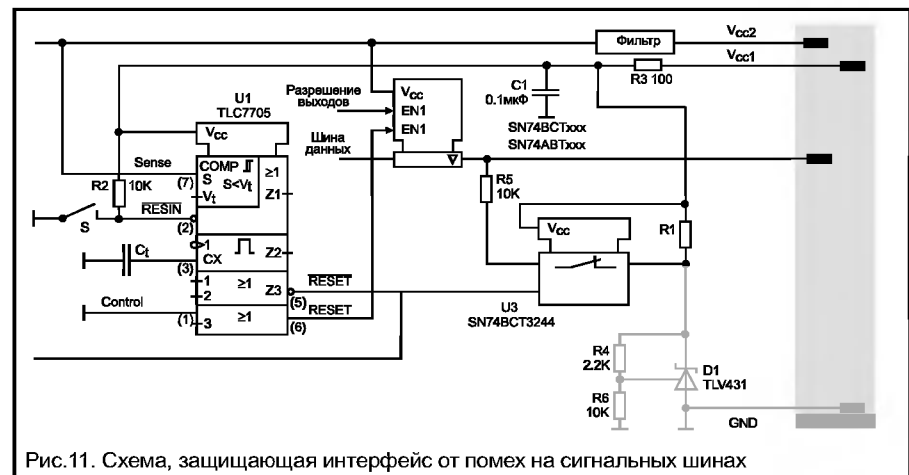

Рис.11. Схема, защищающая интерфейс от помех на сигнальных шинах
- Как видно из рис. 11, для того чтобы сконструировать сложный интерфейс с шинами большой разрядности, необходимо потратить довольно много сил и ресурсов. Здесь показана схема толь-
На практике это означает, что разъем подключаемого модуля должен быть устроен следующим образом: первыми должны соприкасаться шины земли и зарядки конденсаторов, вторыми – шины питания и сигнальные шины. На рис. 11 показана схема, которая предлагается для применения в целях защиты системы от помех на шине.
Существуют шинные формирователи, которые уже содержат в себе все необходимые для защиты от шинных конфликтов компоненты – коммутаторы и резисторы. Их использование упрощает схему, показанную на рис. 11. Эти микросхемы выпускаются в двух сериях: ETL (Enhanced Transceiver Logic, серия SN74ABTE) и BTL (Backplane Transceiver Logic, серия SN74FB).